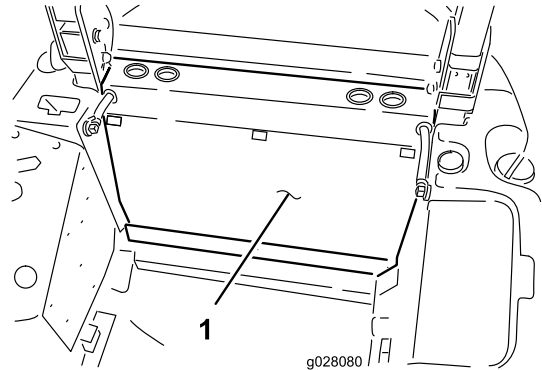

Figura 3
- Retire los 3 cierres de apertura rápida que sujetan el panel trasero al bastidor, y retire el panel trasero (Figura 3).